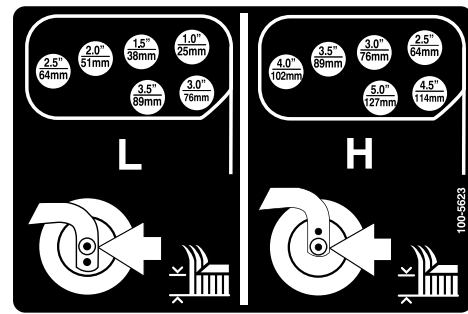
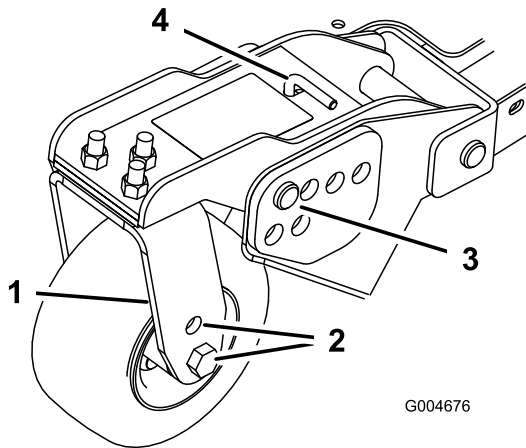

Figure 25
Figure 24
1. Placez les essieux des roues pivotantes dans les mêmes trous sur toutes les fourches (Figure 22 et Figure 24). Pour choisir les trous corrects pour la hauteur de coupe requise, reportez-vous au tableau suivant.
- Enlevez la goupille fendue et les axes de chape des bras de pivot (Figure 24).
- Tournez la tige de tension pour élever ou abaisser le bras de pivot jusqu'à ce que les trous soient en face de ceux du support de hauteur de coupe sélectionnés dans le cadre du plateau de coupe (Figure 24 et Figure 25).